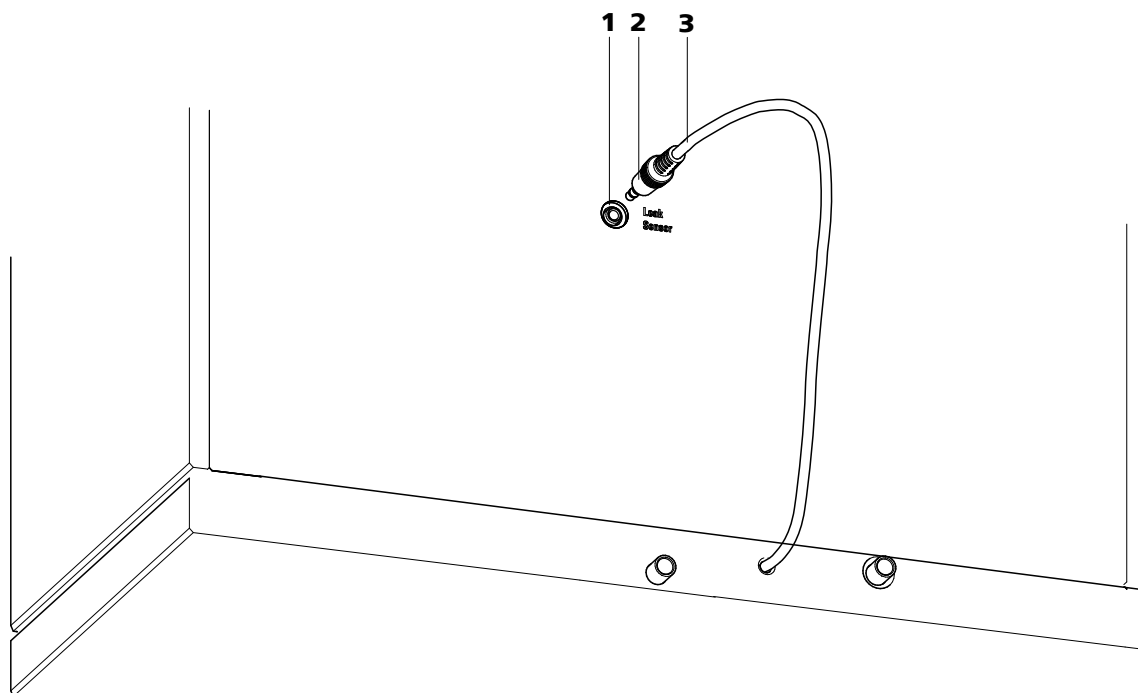

图7 仪器背面的泄漏传感器接口
- 1 将漏液传感器的连接插头(7-2)插入仪器背面（参见图7，第20页）的漏液传感器接口(7-1)内。